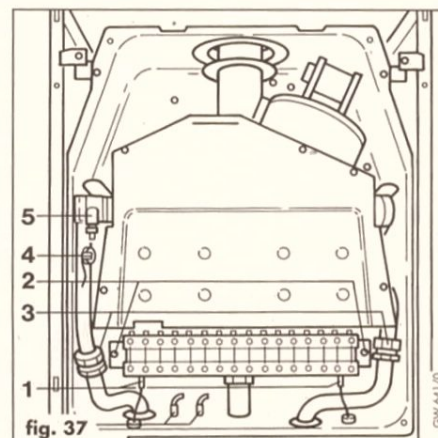
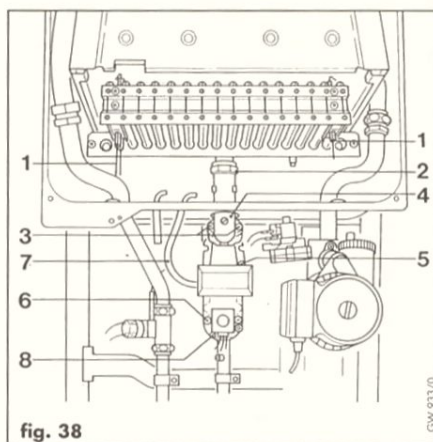
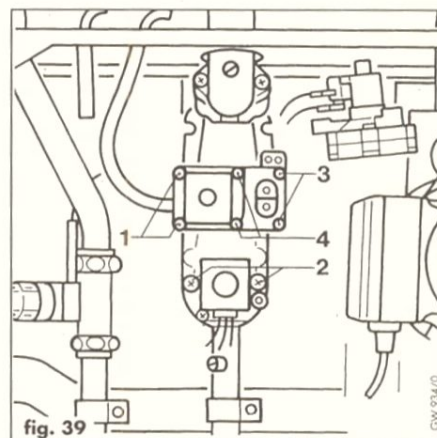

fig. 37
fig. 38
fig. 39
- Scollegare i fili dagli elettrodi di accensione e rilevazione di fiamma (1, fig. 37).
- Allentare il raccordo gas (2, fig. 38), togliere le viti (2, fig. 37) e sfilare in avanti il bruciatore.
- Svitare il raccordo gas (2, fig. 38) ed estrarre la rampa ugelli dall'apparecchio.
- b) Togliere la vite (5, fig. 38) e rimuovere la copertura in plastica del gruppo gas.
- d) Scollegare dal gruppo gas il tubetto (7, fig. 38), togliere le viti (1 e 3, fig. 39) ed estrarre l'operatore gas con il magnete.
- b) Togliere le viti (3, fig. 38), allentare la vite di fissaggio del gruppo gas (8, fig. 38) e sollevarlo inclinandolo sul lato sinistro.
- d) Rimettere il gruppo gas nella posizione originaria, serrare la vite (8, fig. 38) ed in seguito le viti (3, fig. 38).
- staccare il cavetto della sonda NTC (4, fig. 37).
- svitare i raccordi (3, fig. 37) ed estrarre lo scambiatore con i tubi, facendolo scorrere sulle guide.